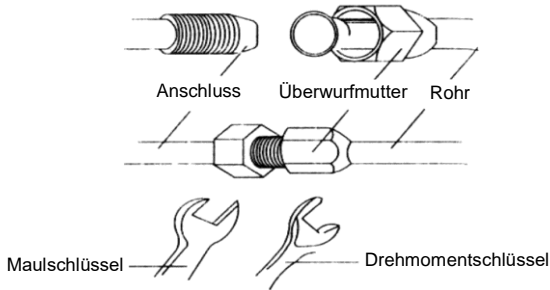

Abb. 18
- Dann ziehen Sie die Überwurfmutter mit einem Drehmomentschlüssel fest, bis der Drehmomentschlüssel klappert (siehe Abb. 18).